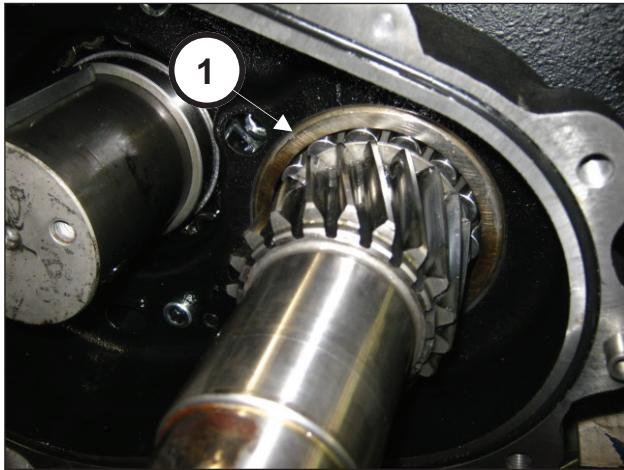

Fig. 78
Posizionare il cuscinetto fino a battuta (pos. ①, Fig. 78).